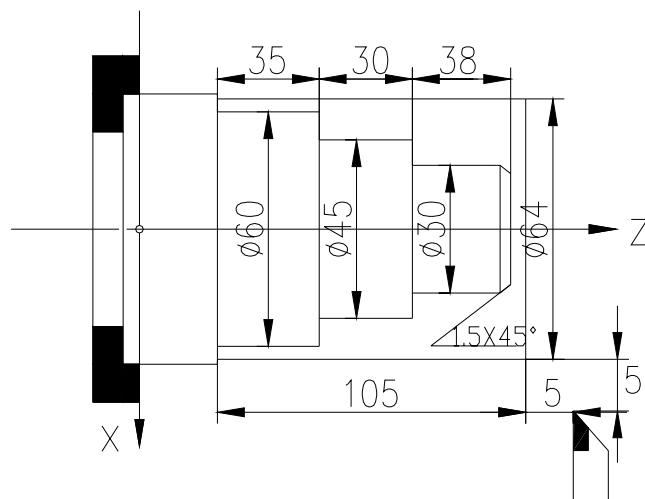

图 7-4-2 外圆加工示例
**示例 1：**加工图 7-4-2 所示工件。棒料：Φ64×105 mm。1 号刀为粗车刀，2 号刀为精车刀。（G90 内外圆柱面车削循环）。